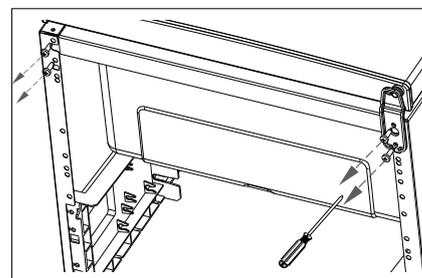

Fig. 2
- ▶ Løsn begge skrue i nederste hængsel med en stjerneskrue-trækker (fig. 2).